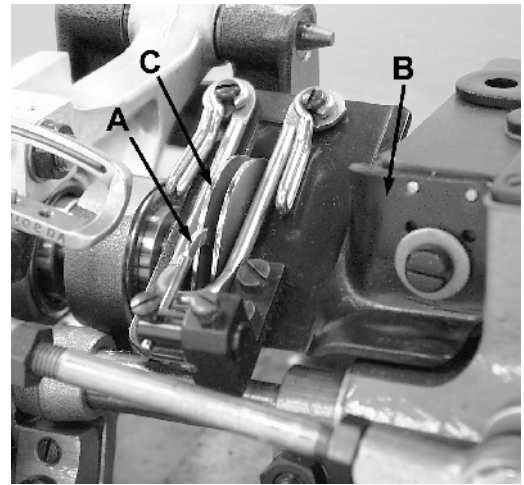

Fig 13
El gancho que arroja el hilo del looper (A, Fig. 13) está ubicado en la lámina del alimentador del hilo (B) controla la cantidad de hilo suelto que se suministra para la costura y puede ser movido hacia todos los lados. El debe ser posicionado lateralmente en el medio de los 2 discos del alimentador (C) y con su punta en forma paralela a los discos. Normalmente se posiciona el gancho hacia el alimentador casi en el límite de su ranura para que apenas se levante en el punto mas alto del alimentador. Los ajustes verticales y laterales del retenedor de hilo afectan el control del hilo del looper mientras el looper se mueve hacia la izquierda. Normalmente se fija el retenedor a una posición aproximadamente horizontal. Se agrega mas hilo del looper a la puntada cuando se levante el retenedor y lo pone hacia el alimentador. Sin embargo, si la posición del retenedor es demasiado alta, el lazo del hilo del looper puede ser llevado debajo del gancho del looper, causando puntadas falsas. Esto se puede revisar observando el comportamiento del hilo del looper mientras el looper se está moviendo hacia la izquierda.